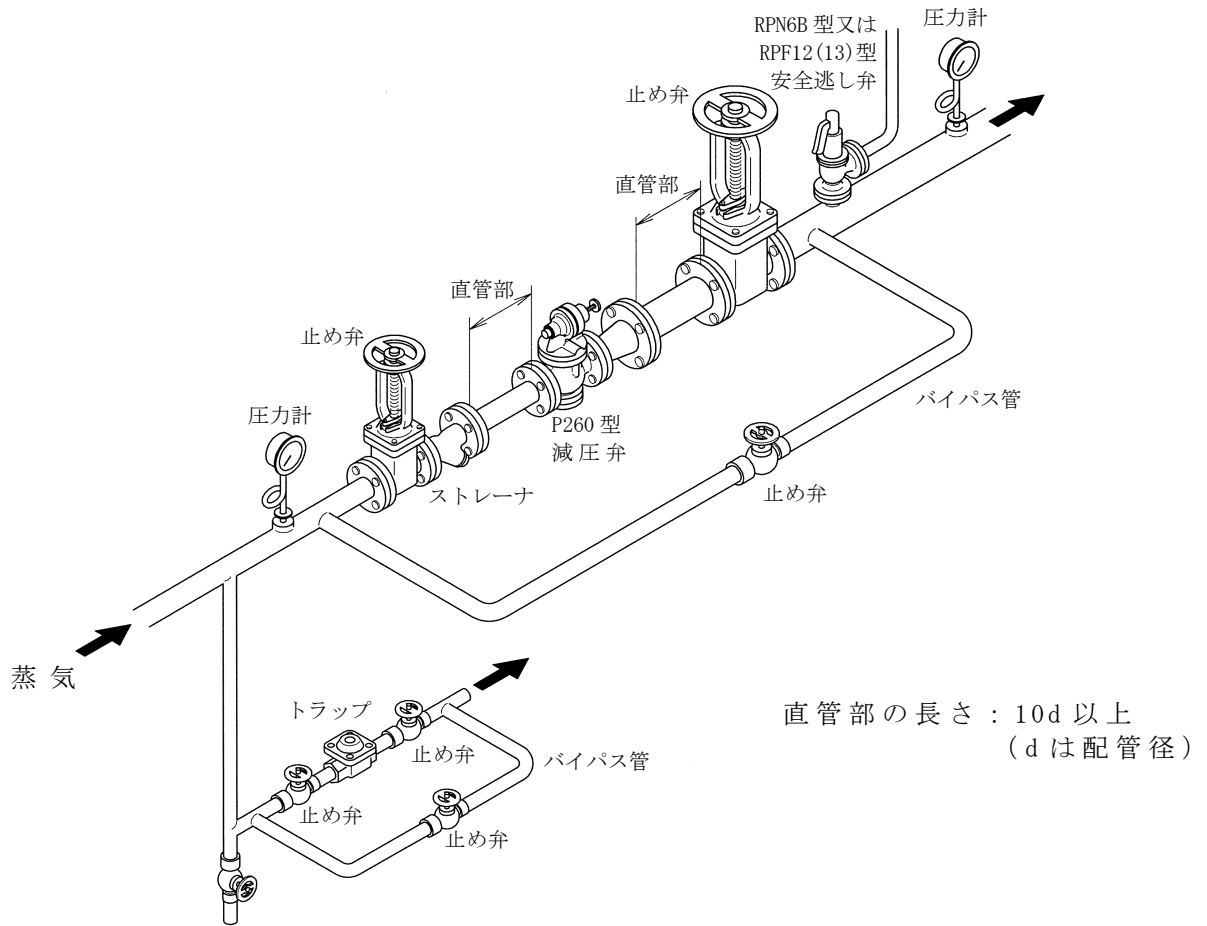

図2 配管例図
<ul style="list-style-type: none">● 減圧弁は、最初の通気時の安全のために、未設定で納入します。 ご指定により設定して納入することもできますが、いずれの場合も最初の通気時は、慎重にゆっくりと実施してください。● 配管に際しては、減圧弁の弁箱の矢印と蒸気の流れ方向を必ず一致させて水平配管に垂直に取り付けてください。また、図 2 の配管例図に示すように、止め弁、ストレーナ、安全逃し弁、圧力計、バイパス管及びスチームトラップを必ず設けてください。なお、減圧弁の前後にはできるだけ 10d 以上(d : 配管径
- a) 配管に際しては、減圧弁の弁箱の矢印と蒸気の流れ方向を必ず一致させて水平配管に垂直に取付けてください。また、図2の配管例図に示すように、止め弁、ストレーナ、安全逃し弁、圧力計、バイパス管及びスチームトラップを必ず設けてください。なお、減圧弁の前後にはできるだけ10d以上(d:配管径mm)の直管部を設け、二次側流速が30 m/sを超える場合にはレジューサを取付け二次側配管の拡大をお勧めします。安定で性能の良い減圧装置とする為、ストレーナ、安全逃し弁、スチームトラップもフシマン製品をお使いください。